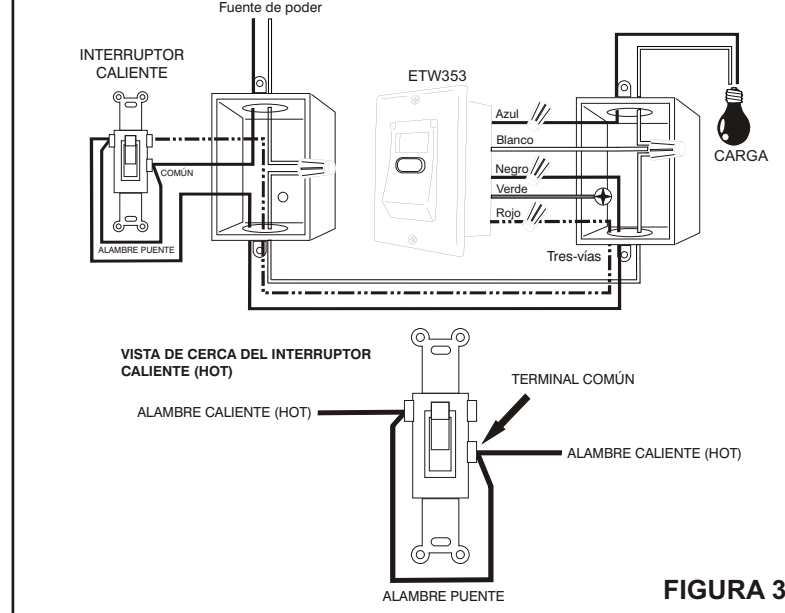

FIGURA 3
- 3 Usando las tuercas para alambre suministradas, sujete de forma segura los alambres del medidor de tiempo, a los alambres en la caja de la pared de acuerdo al diagrama en FIGURA 3.
- 6 Conecte el alambre puente al interruptor CALIENTE (HOT) de acuerdo al diagrama en FIGURA 3.